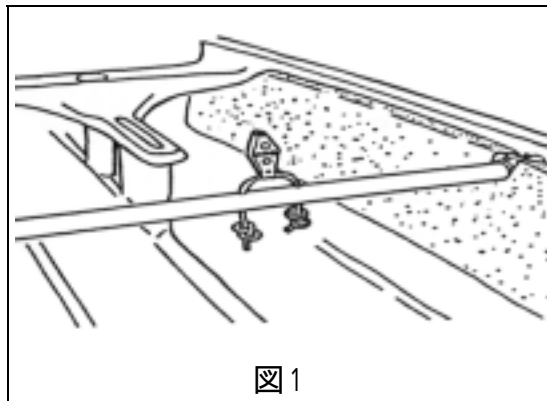

図1
- センタ - ビ - ム中央の2つの穴に、滑車固定口 - プを通し滑車(両耳)を取り付ける。〔図1〕(エイトノット)